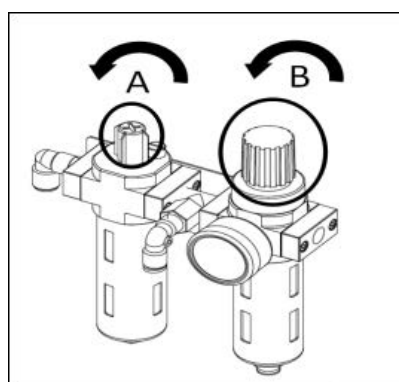

FIG 21
- Avant que la machine ne sorte de l'usine, le régulateur d'air a été bien réglé et peut être réajusté si nécessaire. Réglez la pression : soulevez le bouton de réglage (**FIG21 B**) et tournez-le dans le sens des aiguilles d'une montre, la pression augmentera, sinon elle diminuera. Régler l'alimentation en huile : tourner la vis de réglage (**FIG21 A**) dans le sens des aiguilles d'une montre à l'aide d'un tournevis pour ralentir la vitesse d'égouttage et l'accélérer dans le cas contraire.